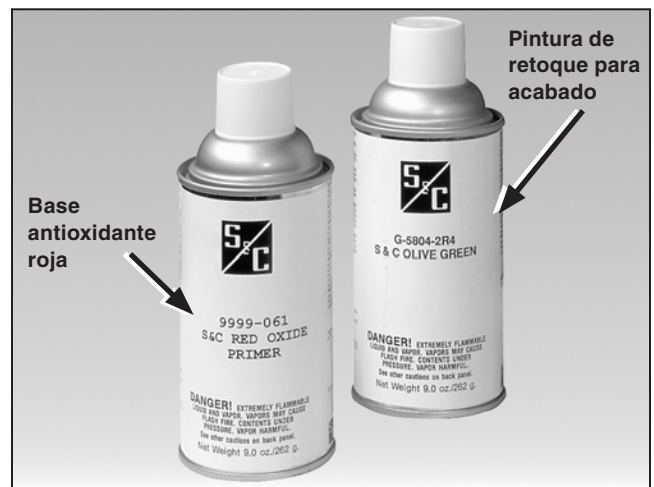

Figura 23. Reacabe cualquier raspadura con el primer rojo óxido y el acabado touch-up.
PASO 18. Limpie el exterior del gabinete con un paño limpio y húmedo. Vuelva a dar acabado a cualquier raspadura o abrasión con acabado de retoque y base rojo óxido de S&C, los cuales están disponibles en latas de aerosol. Ordene el número de catálogo 9999-058 para el acabado verde olivo, 9999-080 para el acabado gris claro y 9999-061 para la base rojo óxido. Ningún otro acabado o base están aprobados. El área a retocar debe limpiarse para eliminar todo el aceite y la grasa. Lije el área para eliminar cualquier rastro de óxido que pueda haber, y asegúrese de que todos los bordes estén biselados antes de aplicar la base. Ver Figura 23.